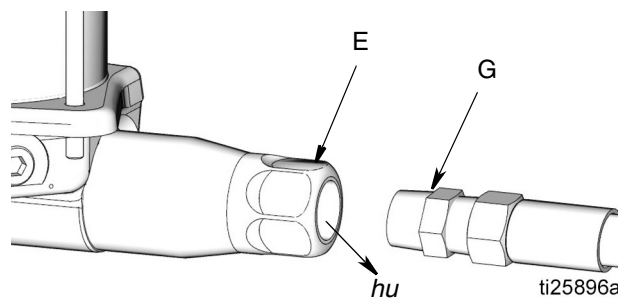

FIG. 8
2. Débrancher la **conduite d'alimentation en lubrifiant (G)** de la **sortie de la pompe (E)** (FIG. 8).
3. Ouvrir la **vanne d'air principale de type purgeur (F)**, page 4).
4. Ouvrir la **vanne d'arrêt (V)**.
5. Actionner la pompe sur quelques courses jusqu'à ce que de l'huile (*o*l), exempte d'air, soit expulsée par la **sortie de la pompe (E)** (FIG. 8).